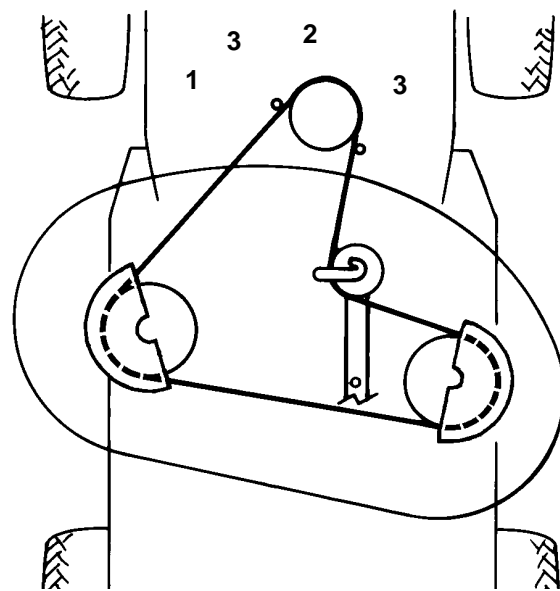

Abbildung 42
13. Den Mähwerkriemen von der unteren Motorscheibe entfernen (Abb. 42). Die Riemenführungen lassen sich vorsichtig gerade so weit von der Riemenscheibe wegziehen, daß der Riemen entfernt werden kann. Wenn sich der Riemen so nicht entfernen läßt, müssen die Schrauben und Muttern gelöst werden, mit denen die Riemenführungen befestigt sind.
4. Den Mähwerkriemen an der unteren Motorscheibe anbringen (Abb. 42). Die Riemenführungen lassen sich vorsichtig gerade so weit von der Riemenscheibe wegziehen, daß der Riemen angebracht werden kann. Wenn sich der Riemen so nicht anbringen läßt, müssen die Schrauben und Muttern gelöst werden, mit denen die Riemenführungen befestigt sind.